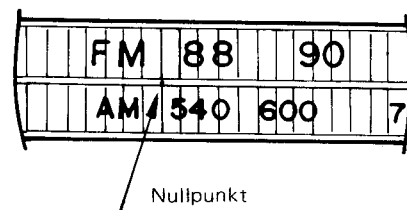

Abbildung 5-2
2. Bringen Sie den Skalenzeiger auf den am äußersten linken Ende der Skalenplatte angebrachten Nulleinstellungspunkt. Siehe Abbildung 5-2.